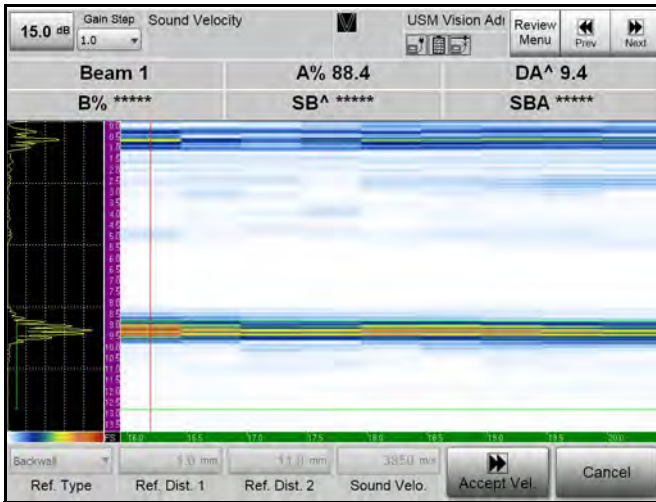

Figura 30: Cálculo de la velocidad del sonido
El instrumento registra el TOF del eco mayor de la curva de actuación, dentro del intervalo TOF dado por inicio de puerta A a final de puerta A, cuando el valor TOF medido es válido, y calcula la velocidad del sonido según la fórmula (2) del documento relacionado de M. Baerke y la muestra difuminada como **Velo del sonido** (consulte Figura 30 en la siguiente página).